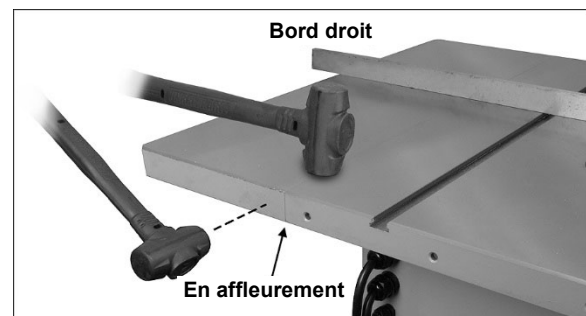

Figure 6-4 : mettre à niveau les rallonges, méthode 1
4. Le bord avant de l'oreille doit rester à égalité avec le bord avant du banc de scie. Si nécessaire, tapotez le bord avant de la rallonge avec un maillet en caoutchouc pour qu'elle soit à ras. Voir la Figure 6-4.
Méthode 1 (Figure 6-4) :
- Posez une règle de vérification sur le banc de scie et la rallonge, en l'étendant au-delà du bord de la rallonge, comme illustré dans la figure 6-4.